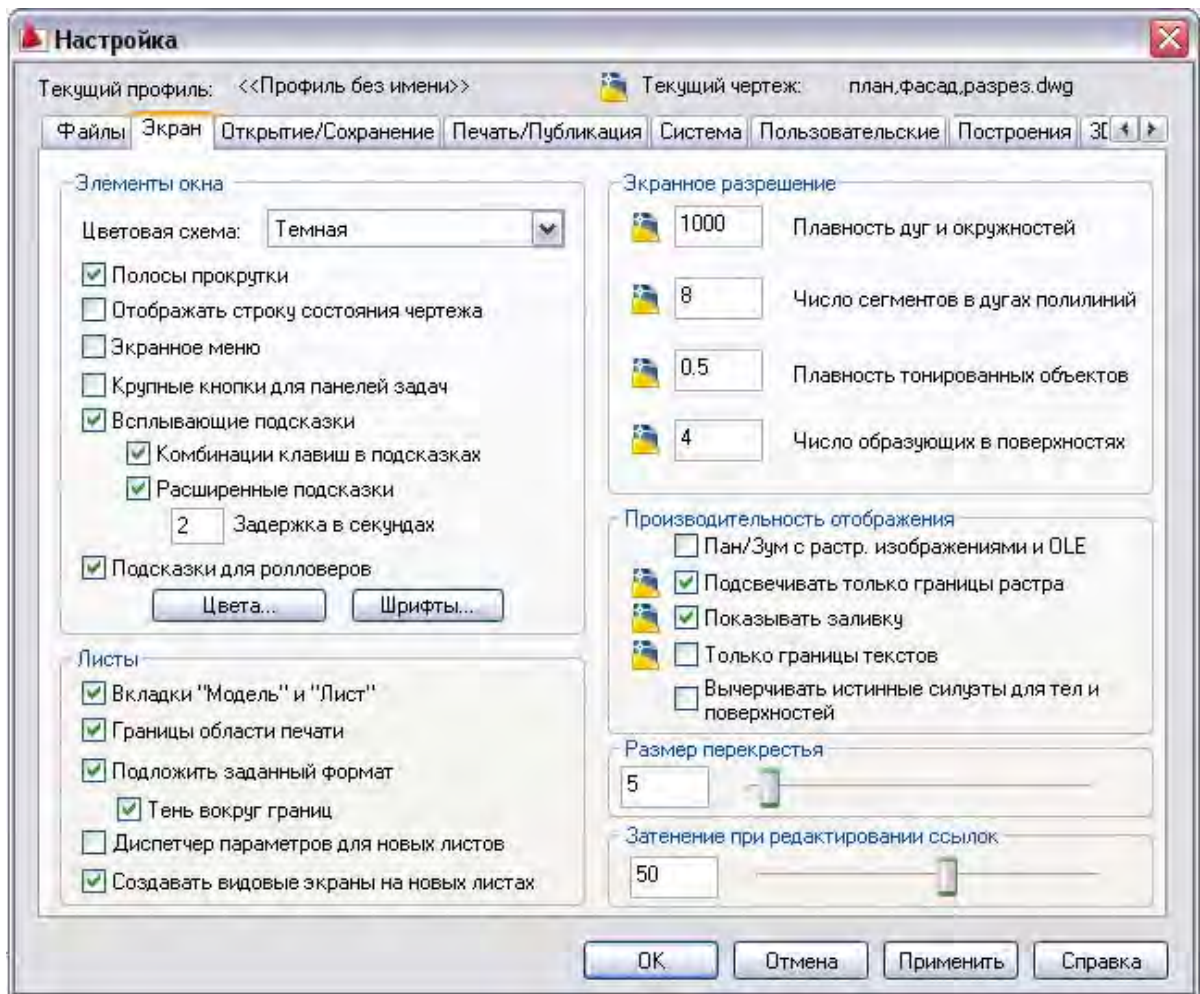
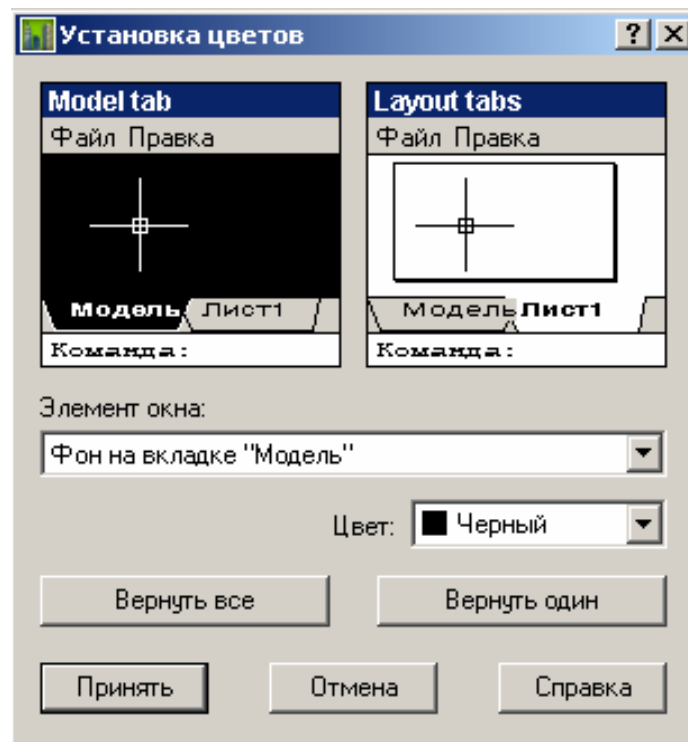

Рис. 15. Вид диалогового окна «Настройка»
Рис. 16. Вид диалогового окна «Установка цветов»
1. Настройка рабочего пространства и основных элементов системы. Командой «Сервис/Настройка...» вызываем диалоговое окно «Настройка» (рис. 15). На вкладке «Экран» выбираем инструмент «Цвета...», в открывшемся диалоговом окне «Установка цветов» (рис. 16) изменяем цвет фона рабочего пространства.